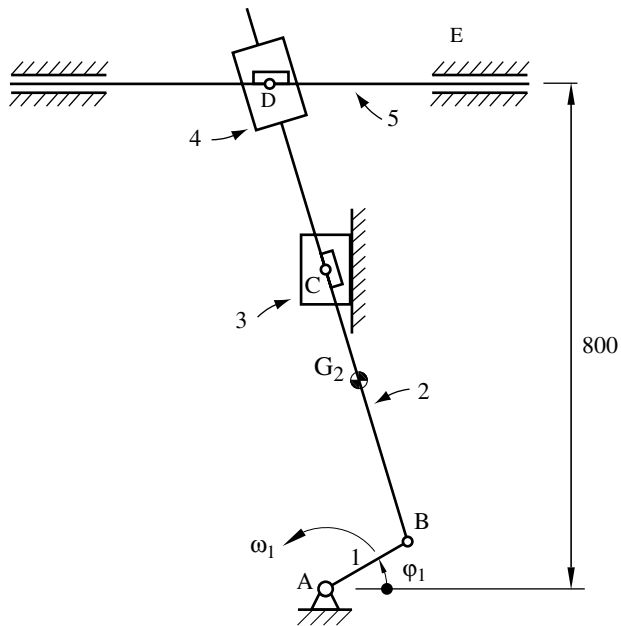

Fig 4.
4. En la Fig. 4 se representa un mecanismo en el que el eslabón 1 gira con velocidad angular constante $\omega_1 = 16$ rad/s. En la que la configuración presentada corresponde con una posición angular del eslabón 1 igual a $\varphi_1 = 30^\circ$. Las dimensiones de los eslabones son: $L_{AB} = 150$ mm, $L_{BC} = 450$ mm, $L_{BG2} = 320$ mm. Determine las velocidades de los eslabones 3 y 5, determine la velocidad angular del eslabón 4 y la velocidad del punto G_2 .